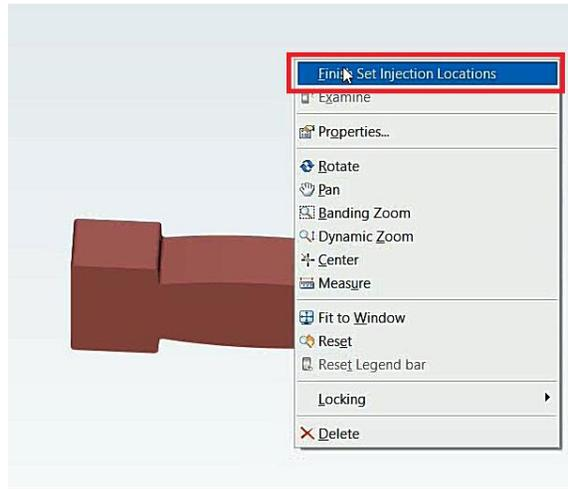

Figura 6.57 Terminar la colocación de los puntos de inyección.
- Dar click derecho en la pieza y seleccionar **Finish set injection locations** (Figura 6.57).